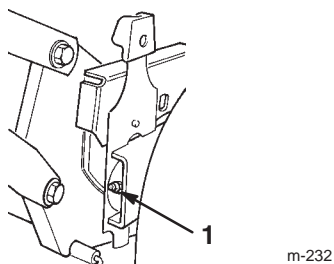

Figure 23
2. Essuyez les graisseurs à l'aide d'un chiffon propre (Fig. 23).
3. Raccordez un pistolet à graisse au graisseur et injectez deux ou trois jets de graisse universelle au lithium N° 2 (Fig. 23).